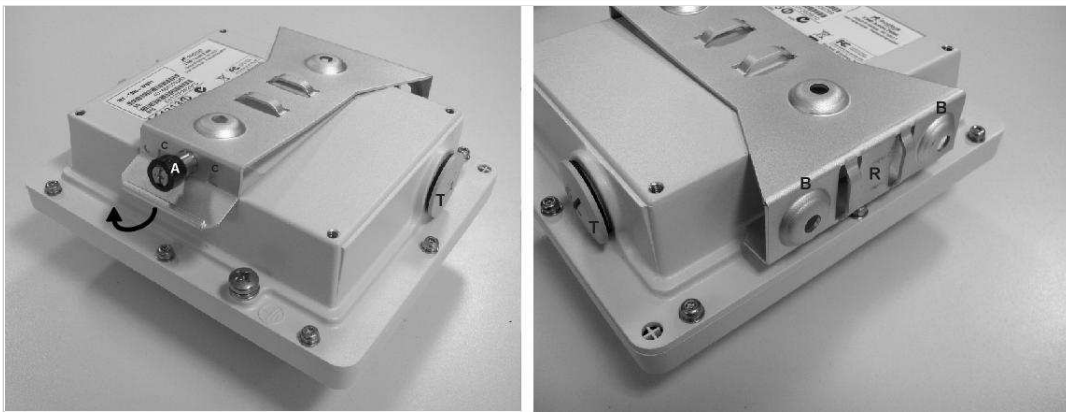

Fig. 2 - Soporte Ruckus
- Aflojar el tornillo de sujeción (A) Fig. 2 y tirar de la pestaña del soporte en el sentido de la flecha hasta liberar las trabas (C) y separar el equipo del soporte.